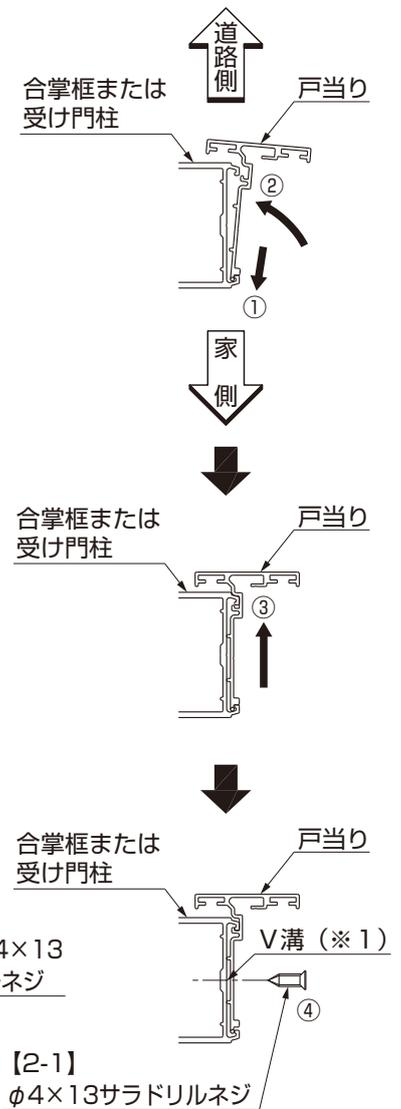

図4-3
- はめ込みは図4-3の①～④の手順で行い、ネジ止めは門扉合掌框のV溝（※1）に合わせて取付けてください。